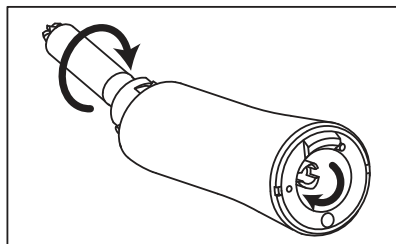

Рис. 10
- 2) Поверните привод на конце вала привода, чтобы убедиться, что вал состыкован с хвостовой частью. (Рис.10)